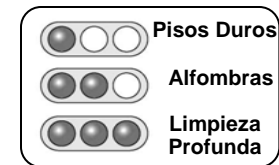

Fig. 8
- Para cambiar la velocidad de la barredora, presione el botón de velocidad. Al presionarlo, la luz indicadora de velocidad cambiará. A baja velocidad se enciende una sola luz para pisos duros; a media velocidad, dos luces para alfombras; a alta velocidad, tres luces para limpieza profunda. (Fig. 8)